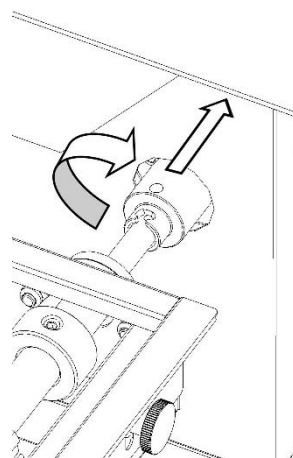

Fig.1B
5. Faire glisser le joint vers le tableau de commandes en le dégageant de l'arbre de traction (voir Fig.1B paragraphe 9.3.1).
4. Faire tourner manuellement le convoyeur jusqu'à ce que l'axe de l'arbre de traction du convoyeur coïncide avec la fente du joint convoyeur. Faire glisser le joint vers le panneau de commande en le dégageant de l'arbre de traction du convoyeur (Fig.1B).